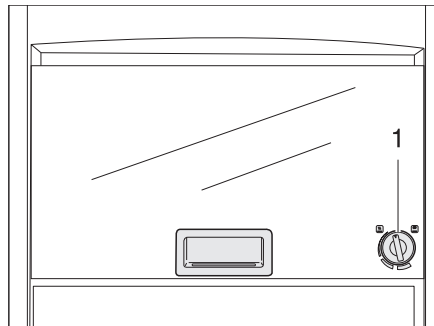

Bild 227 Gasbackofen (Dometic)
- Den Drehregler (Bild 227,1) leicht drücken und nach links auf eine beliebige Position drehen.
- Den Drehregler (Bild 227,1) auf "O" drehen. Die Flamme erlischt.